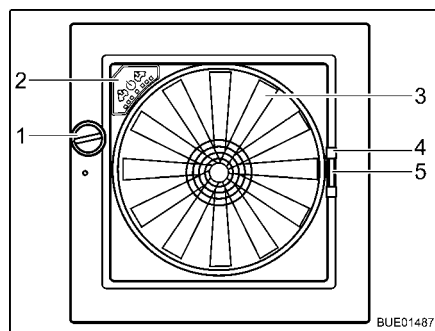

Fig. 115 Lanterneau Omni-Vent
- Tourner le bouton rotatif (Fig. 115,1) jusqu'à ce que l'angle d'ouverture désiré soit atteint.
- Tourner le bouton rotatif (Fig. 115,1) jusqu'à ce que le lanterneau soit entièrement fermé.
- Tirer la moustiquaire par la poignée (Fig. 115,4) vers le côté de cadre opposé.
- Presser la poignée (Fig. 115,5) du dispositif occultant.
- Ventilateur** Quand le lanterneau est ouvert, l'espace intérieur peut être ventilé et aéré avec un ventilateur à 6 niveaux de puissance (Fig. 115,3). La commande du ventilateur s'effectue sur son panneau de commande (Fig. 115,2).